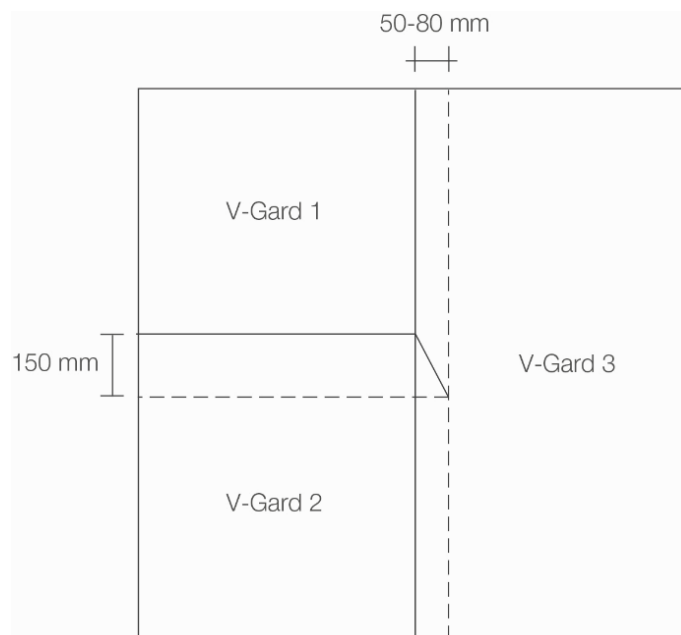

Figure 3
- Aux jonctions T, couper le lé de pare-vapeur V-Gard en angle à 45° (figure 3). Cela diminuera le risque de capillarités.